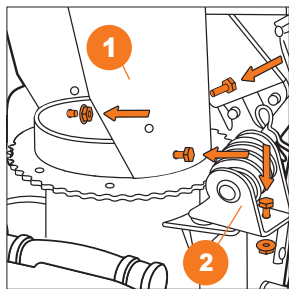

Рис. 11
- Установите желоб **1** на отверстие выброса снега и закрепите его тремя болтами М8х20 и гайками М8. Установите шестерню поворотного механизма желоба **2** и закрепите её болтом М8х30 и гайкой М8. (Рис. 11).